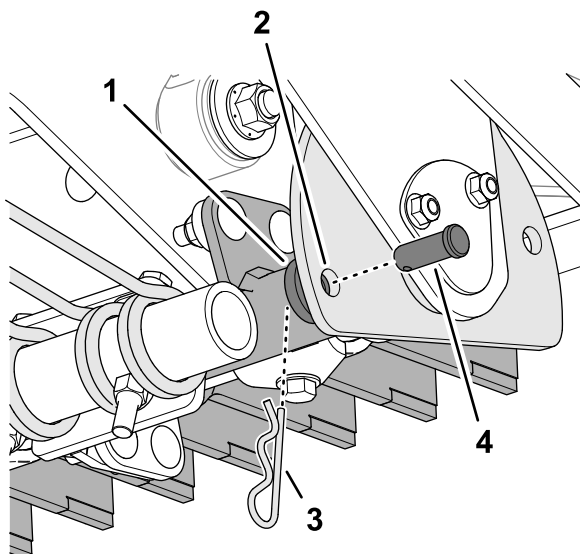

Figura 14
3. Retire el pasador de horquilla y el pasador que sujetan el brazo del apero combinado a la placa de selección de ángulo (**Figura 14**).